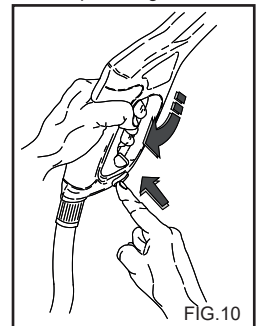

FIG.10
- Quando a hidrolimpadora não está sendo utilizada, deve-se fechar o dispositivo de segurança do punho. (fig.10).